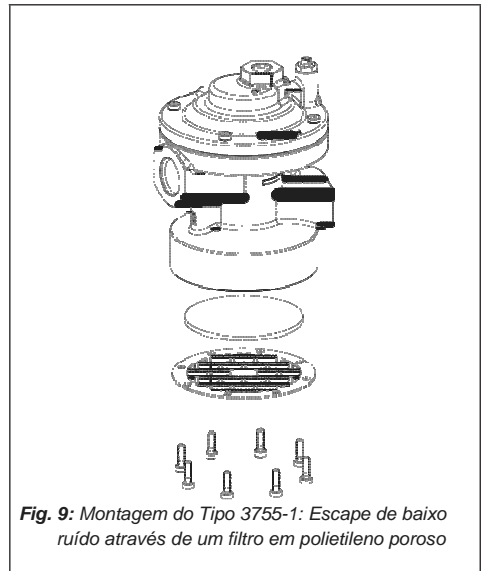

Fig. 9: Montagem do Tipo 3755-1: Escape de baixo ruído através de um filtro em polietileno poroso
7.2 Conversão do Tipo 3755-2 em Tipo 3755-1 (Fig. 9)